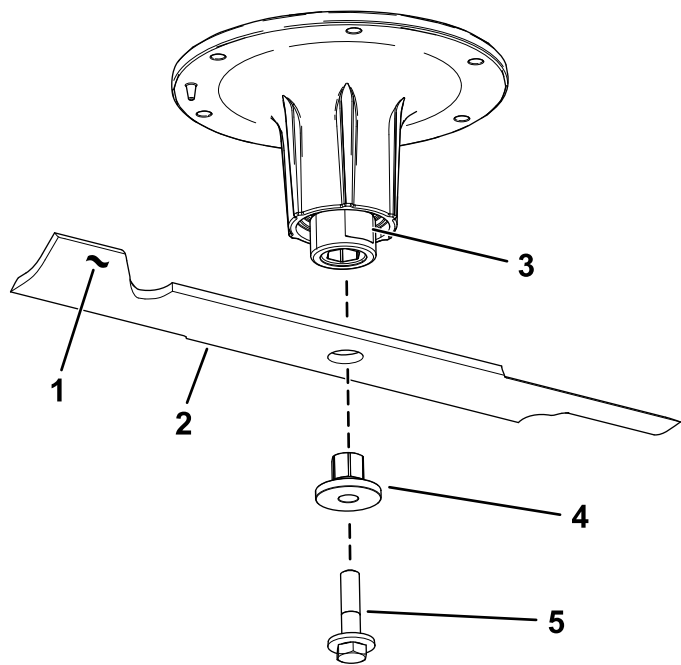

Figura 109
2. Retire el perno de la cuchilla, el buje y la cuchilla del eje (**Figura 109**).